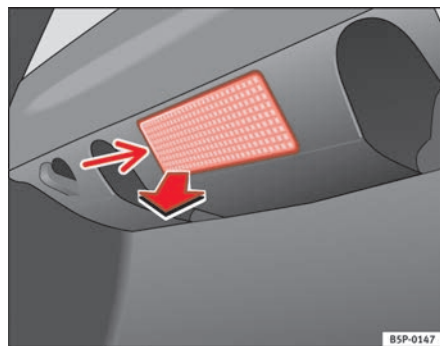

Abb. 161 Gepäckraumbeleuchtung
- Das Lampenglas der Glühlampe durch Druck mit einem Schraubendreher auf dessen Unterkante -Pfeil- abnehmen ⇒ Abb. 161.